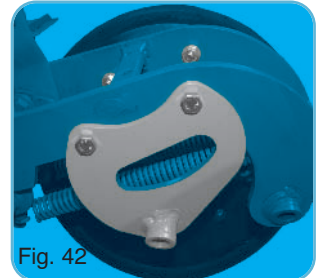

Fig. 42
- Bloc anti-dévers (fig. 42).
- Short back wheel holder unit (fig. 42).
- Kurzer Andruckrollenhalter (Abb. 42)